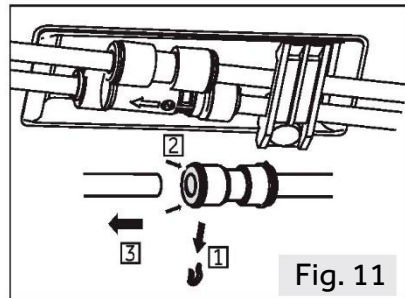

Fig. 11
1. Frigør venstre side af to vandkoblinger i forreste venstre hjørne i bunden af apparatet: tryk og hold kraven ind som vist, og fjern vandrøret (fig. 11).